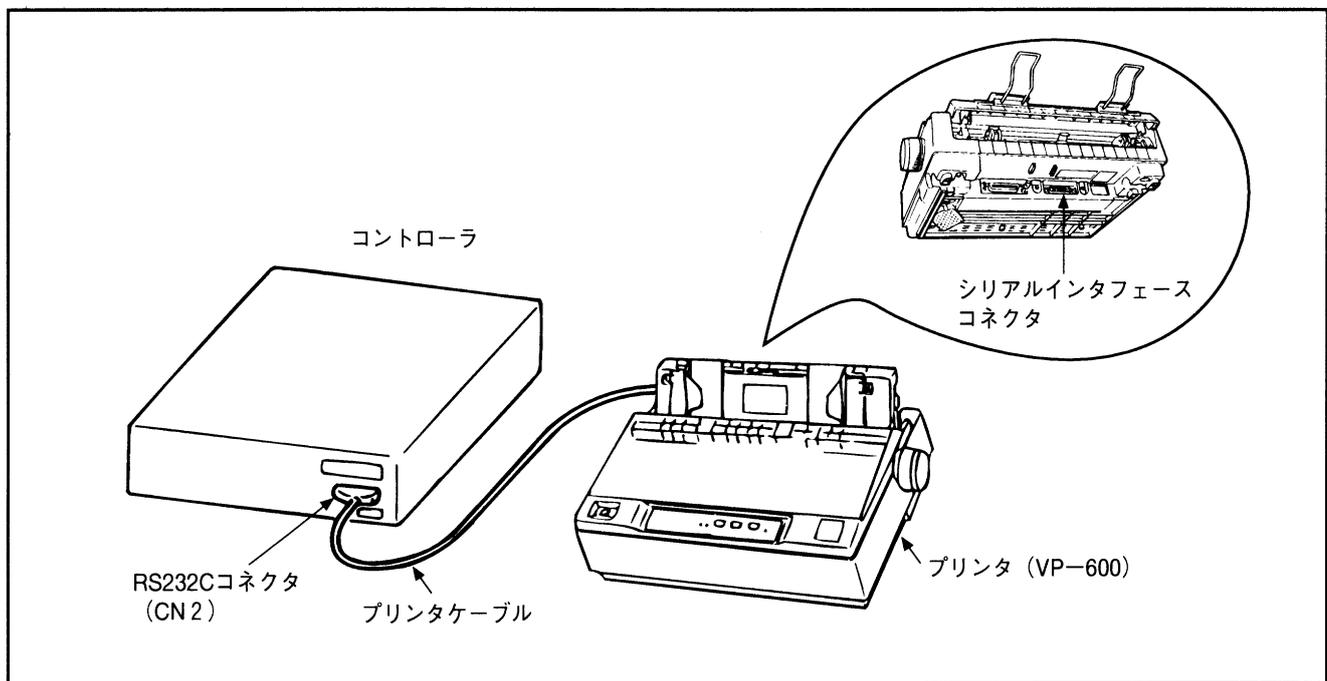

図4-8：プリンタの接続方法
- ①ロボットコントローラとプリンタの両方の電源が切れていることを確認してください。(ON状態の場合は、OFFにしてください。)
- ②図4-8のようにロボットコントローラの「RS232C」コネクタ(CN2)とプリンタの「シリアルインターフェースコネクタ」をプリンタケーブルで接続します。(プリンタケーブルはロボットコントローラ側とプリンタ側を間違えないようにしてください。)
- ③ロボットコントローラとプリンタの電源を入れ、準備完了となります。
- ④取り外しは、ロボットコントローラとプリンタの両方の電源を切ってから、ケーブルを取り外してください。